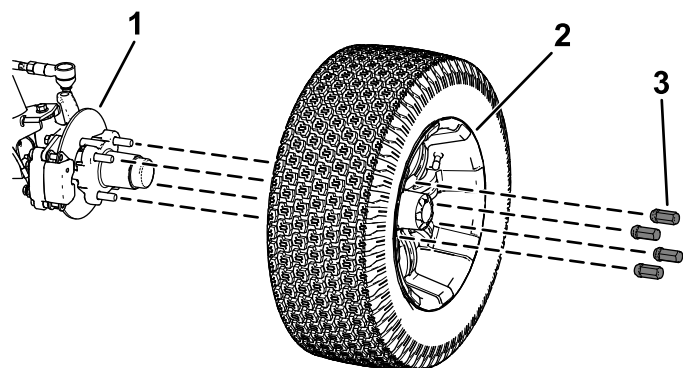

Figura 34
2. Togliete i 4 dadi a staffa che fissano la ruota al mozzo (Figura 34).
4. Allineate i fori sulla ruota ai prigionieri del mozzo e montate la ruota sul mozzo con lo stelo della valvola rivolto all'esterno (Figura 34).
5. Fissate la ruota al mozzo utilizzando i dadi per le ruote (Figura 34).